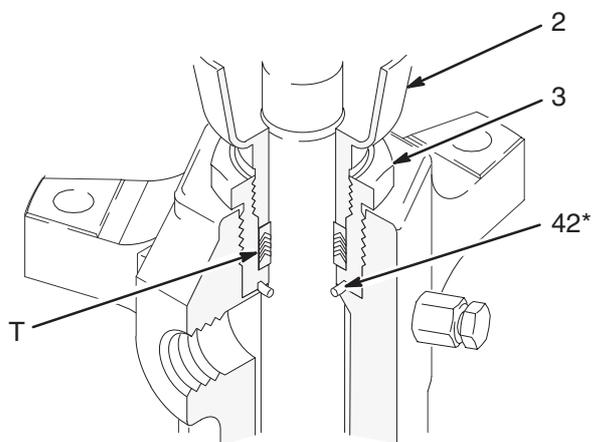

Fig. 9
- Utilizando la maza de goma, extraiga el eje del pistón (1) y el vástago del pistón de cebado (18) del alojamiento de salida (9) y del cilindro (10). Inspeccione las superficies externas de los ejes en busca de daños, pasando un dedo sobre la superficie.
- Desenrosque la tuerca prensaestopas (2). Desenrosque el alojamiento de empaquetaduras (3) y extraiga la junta (42). Extraiga los casquillos y las empaquetaduras (T) del cuello de la base. Vea la Fig. 9.